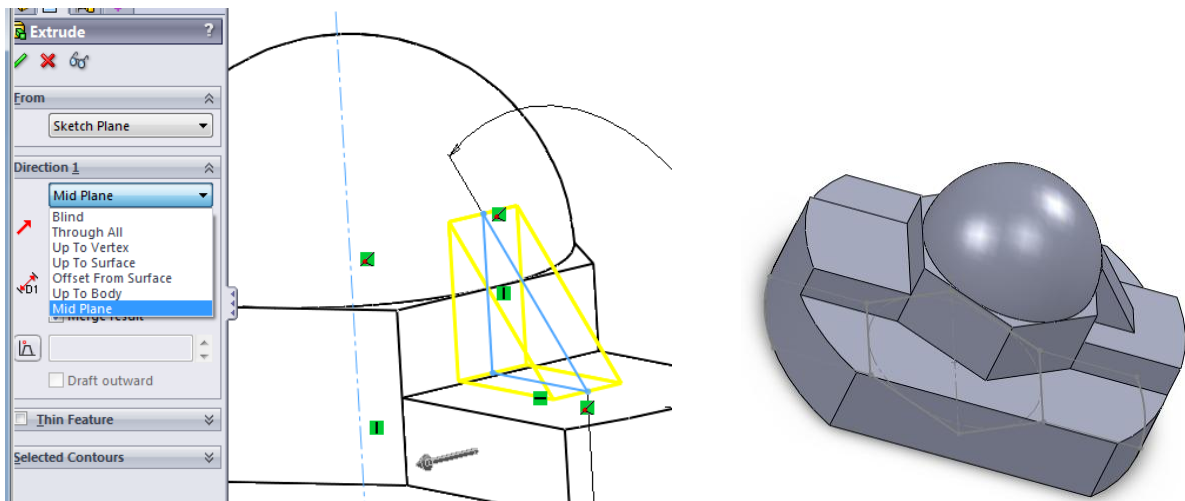

Рис. 3.1.17. Створення ребра жорсткості від середньої площини
8. Витягніть ескіз відносно площини ескізу в обидві сторони на 5 мм. Для цього активізуйте опцію «Направление 2» в параметрах «Витянутая бобышка», або створіть елемент, витягнутий відносно центральної площини (рис. 3.1.17)